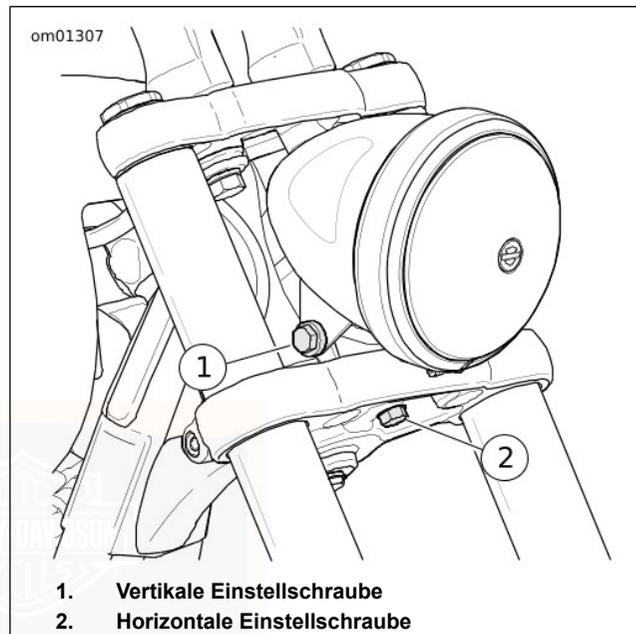

Abbildung 60. Scheinwerfereinstellung (typisch)
1. Siehe Abbildung 60. Die horizontale Einstellschraube (2) lockern. Den Scheinwerfer horizontal ausrichten, bis der Lichtstrahl gerade nach vorne zeigt.
3. Die vertikale Einstellschraube (1) lockern. Den Scheinwerfer vertikal so weit neigen, bis der Strahl auf der Mitte der horizontalen Linie liegt.
4. Vertikale Einstellschraube (1) auf